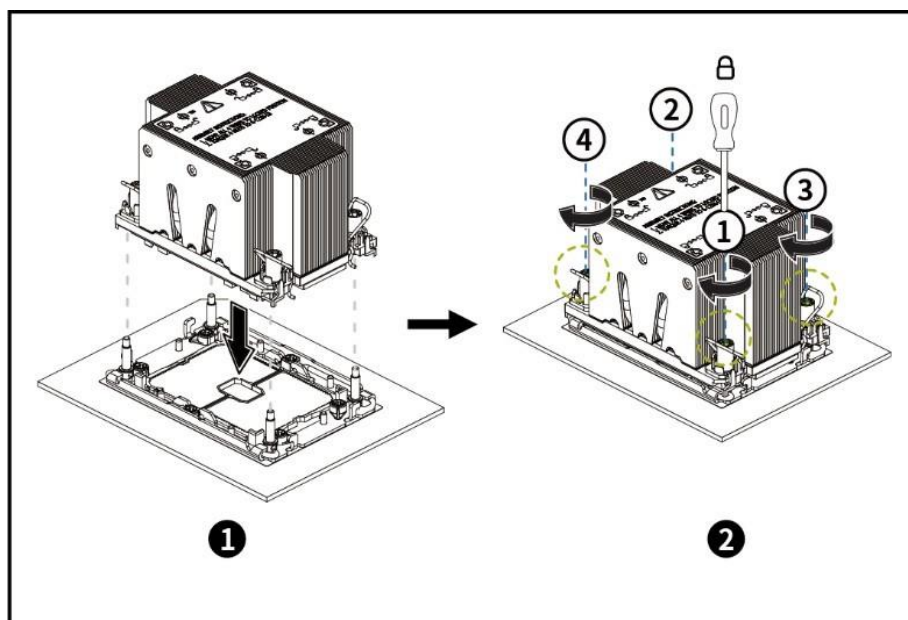

Рисунок 68 – Установка процессора с радиатором в сокет материнской платы
- С помощью отвертки T-20 затяните 4 винта на радиаторе в следующем порядке (см. рисунок 68): 1→2→3→4 (Значение крутящего момента: 1 Нм).